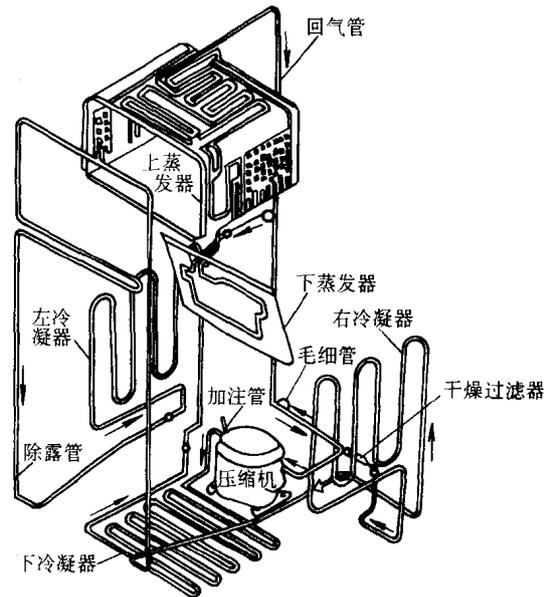

图 1-1 电冰箱的制冷系统
1. 制冷系统的组成与工作原理 电冰箱的制冷系统主要由压缩机、蒸发器、冷凝器、干燥过滤器、毛细管、回气管、除露管等组成,如图 1-1 所示。